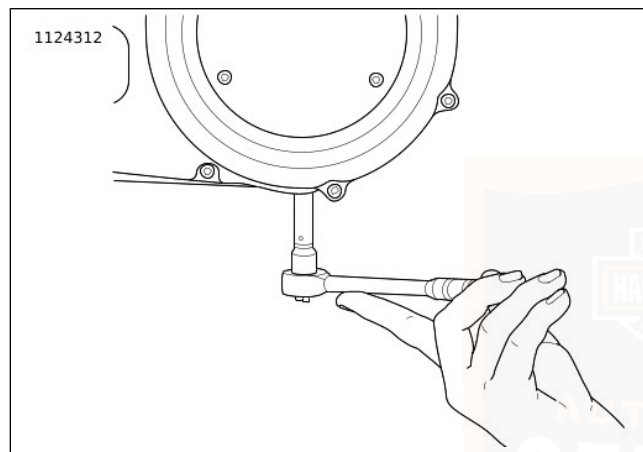

Abbildung 93. Ausbau/Einbau der Kettengehäuse-Ablassschraube
3. Siehe Abbildung 93. Das Primärkettengehäuse entleeren.